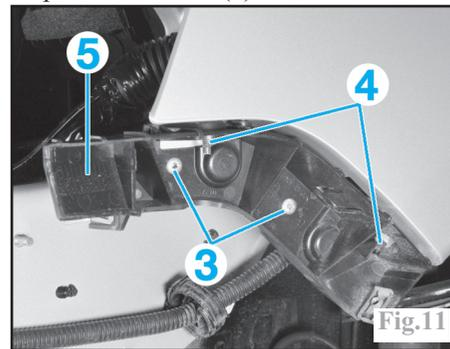

Fig.11
Déposer et débrancher le répéteur d'aile. Percer les rivets (3) à l'aide d'un foret de Ø 5 mm (Fig.11).